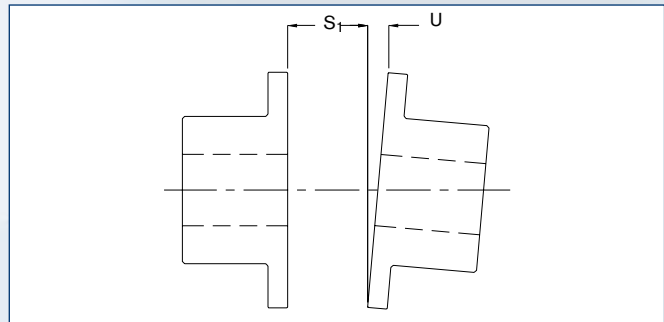

Abb. 5
3. Es ist sinnvoll, die Kupplungsausrichtung ein letztes Mal vor Fertigstellung der Montage zu überprüfen. Dies kann gemacht werden, indem man den Lamellenpaketabstand an 2 Stellen 180 Grad auseinander misst (Abb. 5), um die (2) Längen zu erhalten. Die Differenz dieser beiden Messungen sollte den Wert (U) nicht überschreiten. Siehe Tabelle 4, Seite 54. Dies ist der letzte Schritt der Kupplungsmontage.